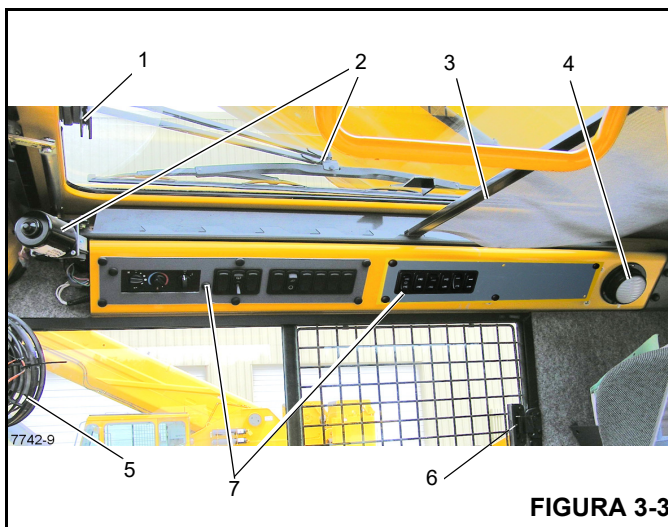

FIGURA 3-3
El pestillo de la ventana del techo (1, Figura 3-3) se encuentra en la parte delantera de la ventana. Apriete el pestillo y deslice la ventana hacia atrás para abrirla. Para cerrar, deslice la ventana hacia adelante hasta que el pestillo se trabé.
El limpiacristal del techo (2, Figura 3-3) se controla por medio del interruptor del limpiacristal (4), y su funcionamiento es controlado por el motor del limpiacristal (2).
La visera de la ventana del techo (3, Figura 3-3) se utiliza para reducir la luz solar directa. La visera es autorretraíble y se puede utilizar para filtrar el ingreso de luz solar o se puede ajustar hacia atrás y trabarse en las muescas provistas.
La luz superior de la cabina (4, Figura 3-3) se encuentra en la esquina trasera derecha de la consola superior de la cabina y provee iluminación a la cabina. La luz superior del techo se controla por medio de un interruptor ubicado en la lámpara misma.
El ventilador de circulación de la cabina (5, Figura 3-3) se encuentra en el lado delantero izquierdo de la cabina, encima del marco de la ventana. Una unión giratoria permite girar el ventilador y en su base se encuentra el interruptor de control. El interruptor tiene las posiciones alta, baja y apagado.
El Interruptor de atenuación (5, Figura 3-4) controla la iluminación de la pantalla del tablero superior (7, Figura 3-3), presione el interruptor para aumentar o disminuir la iluminación del tablero.